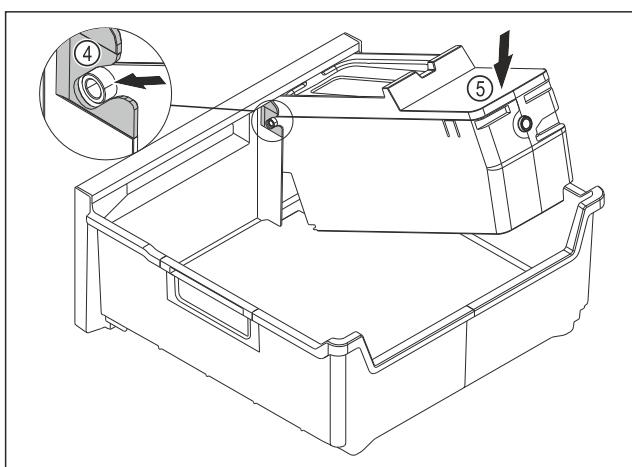

Fig. 121
- Встановіть корпус EasyTwist-Ice: Вставте осі корпусу EasyTwist-Ice в напрямні Fig. 121 (4).
- Натисніть на корпус EasyTwist-Ice Fig. 121 (5) ззаду вниз.